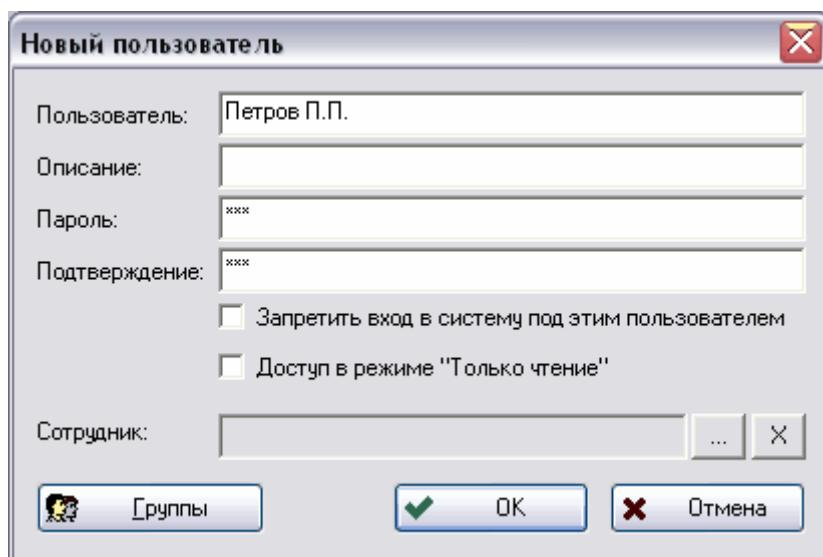
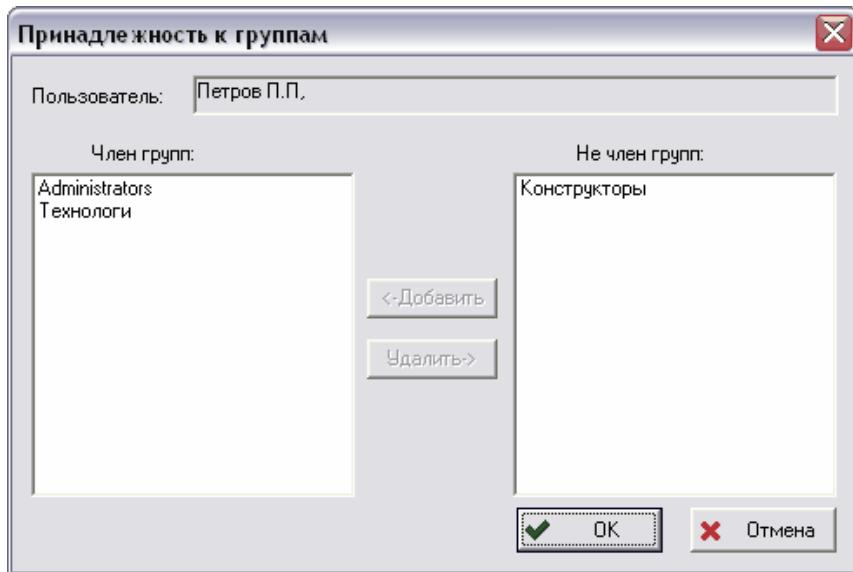

Рис. 18 Новый пользователь
Рис. 20 Принадлежность к группам
3. В диалоговом окне **Новый пользователь** введите имя пользователя, пароль, подтверждение. Пользователь может самостоятельно менять свой пароль в модуле PDM (главное меню **Настройки** → **Смена пароля...**) (Рис. 18).
7. Установите принадлежность к группам пользователей. Для этого в диалоговом окне **Новый пользователь** нажмите на кнопку  **Группы** (Рис. 18). В появившемся диалоговом окне переместите группы, в которые Вы хотите включить пользователя, в окно **Член групп**, а группы, в которые пользователь не входит, в окно **Не член групп**, используя кнопки  и  (Рис. 20).